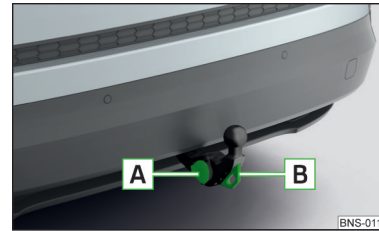

Abb. 316
- Die Abdeckkappe der Steckdose aufklappen und den Stecker des Anhängers (des Zubehörs) in die 13-polige Steckdose **A** einstecken » Abb. 316. (Wenn der Anhänger/das Zubehör über einen 7-poligen Stecker verfügt, einen Adapter aus dem ŠKODA Original Zubehör verwenden).